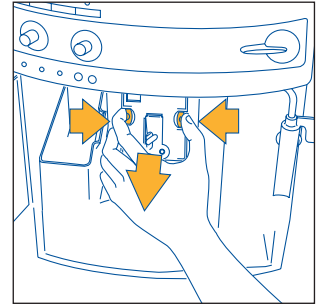

Fig.29
- presione desde el costado y hacia el centro los dos botones de color rojo de desenganche del infusor (fig. 29) y tire de él hacia afuera para extraerlo;